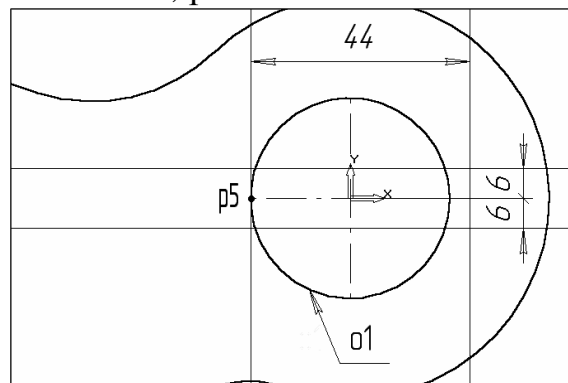

Рис. 3.22.
23. За допомогою команди *Вертикальна пряма*  на *Панелі розширених команд введення допоміжних прямих* побудуйте вертикальну пряму через точку P5 на лівому квадранті кола o1, рис. 3.22.